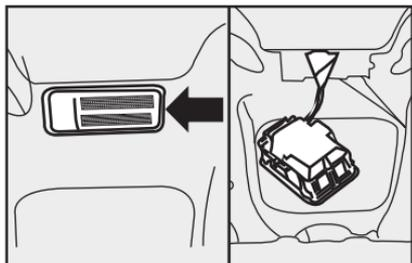

fig. 68
- saque el transparente **fig. 68**, haciendo palanca con un destornillador en el punto indicado por la **flecha-fig. 68**;